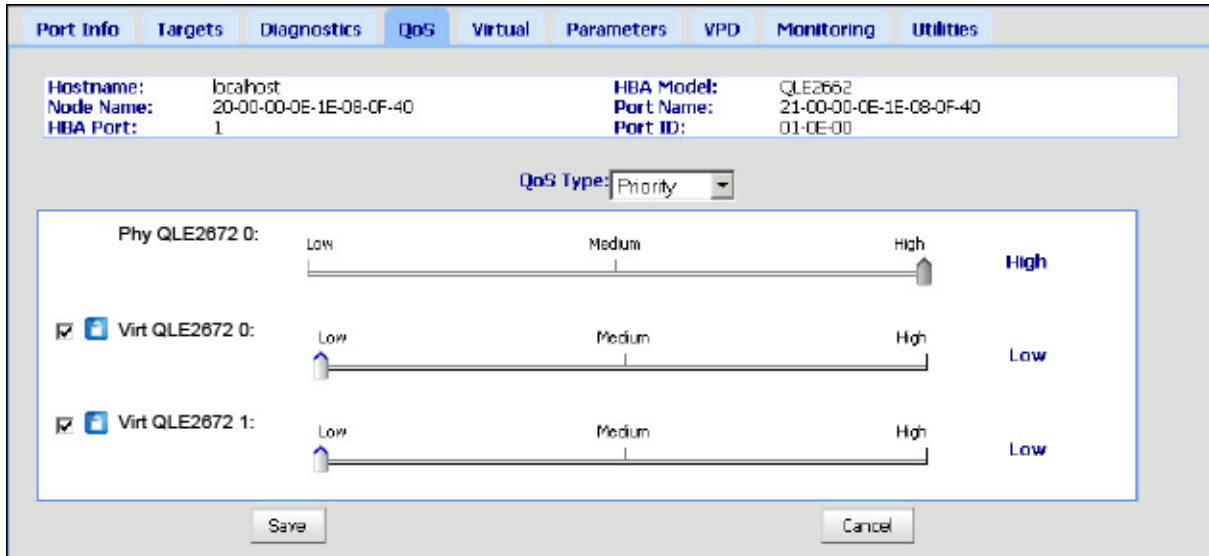

Ilustración 3-10. Configuración de QoS por prioridad
5. Mueva el control deslizante para seleccionar prioridad baja, media o alta, como se muestra en la Ilustración 3-10.